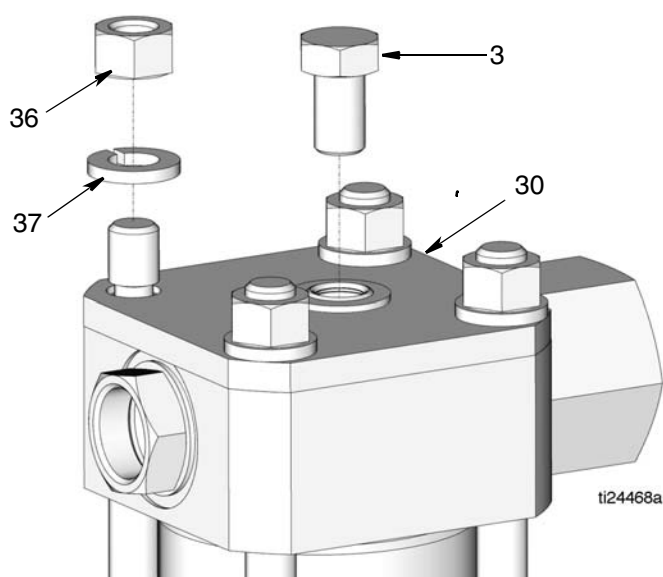

Рис. 19
- Снимите пластину крышки (30) (Рис. 19).
- Постучите резиновым или пластиковым молотком по нижней части поршневого штока (35) и ослабьте крепление цилиндра (25).
- Возьмитесь за верхнюю часть крышки цилиндра (31) и извлеките поршневой шток (35) из цилиндра (25). Положите узел на бок.